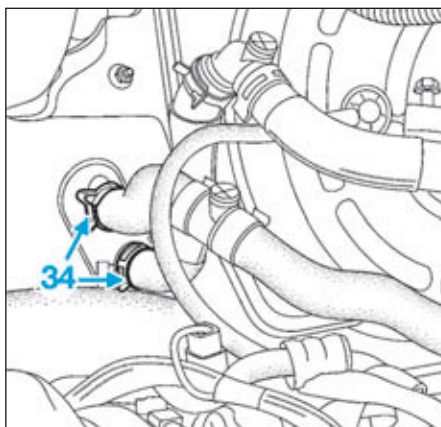

FIG.16
- Dégrafer les câbles (30) de commande de boîte de vitesses à l'aide d'une clé plate et les écarter.
- Déclipper l'agrafe (31) pour libérer la canalisation de commande d'embrayage (32).
- Déposer l'agrafe (33) de la canalisation de commande d'embrayage (32) puis écarter cette dernière.
- Ecarter les colliers (34) (Fig.16) des durites de l'aérotherme puis les débrancher.